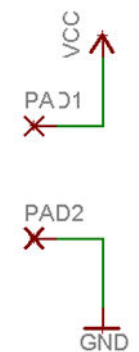

図3-11
(8)最後に、直流電源を供給するための端子を設定する必要があります。表3-1よりwirepad(1.6/0.9)を配置し、図3-11のようになること。